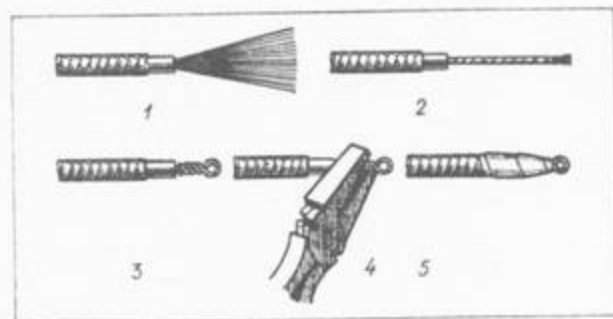

Рис. 5
до блеска, скручивают (2) и изолируют (3). Конец ее вставляют в гнездо и зажимают винтом (4). На рис. 5 показан прием заделывания конца провода петелькой.
Оконцовывание проводов петелькой (см. рис. 5)